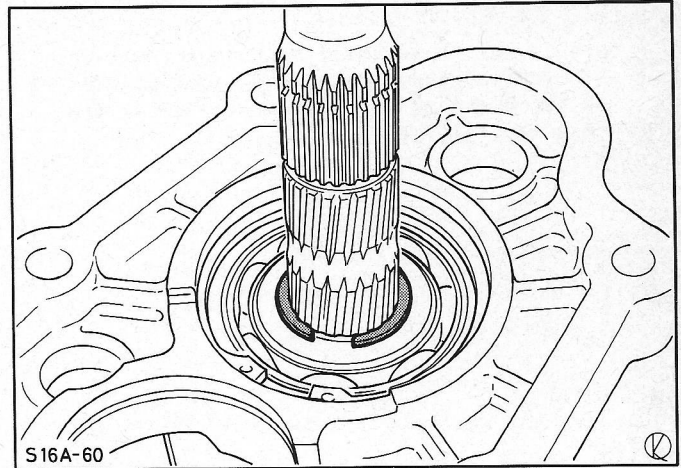

Fig. 19 Tussenplaat van hoofdas losnemen.
28. Maak de tussenplaat los van de hoofdas (1 borgring), fig. 19.